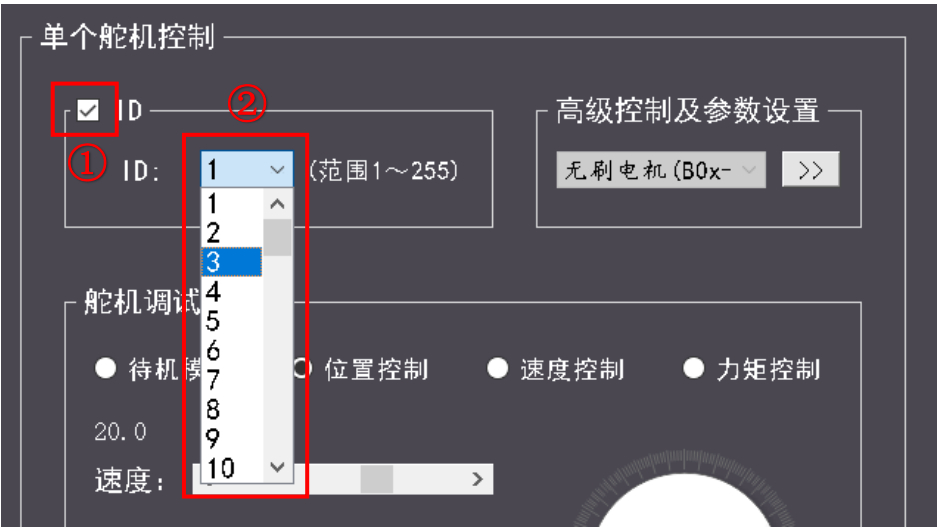

图 3-11 修改电机 ID 号
修改电机 ID 号位于电机控制界面的左上角，修改时首先将复选框①选中，然后下拉列表②就会变成可选状态，这时点击下拉列表②，选择对应的 ID 号即可，如图 3-11 所示。设置成功后，电机搜索界面中的电机 ID 号会同步更新。